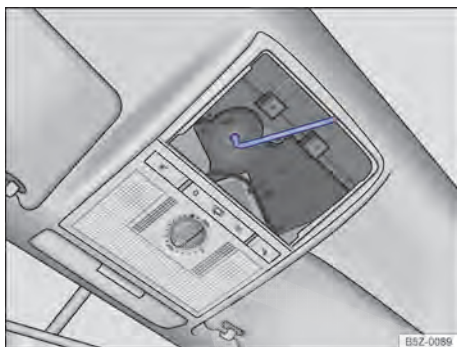

Fig. 61 Parafuso sextavado para fechamento do teto solar.
- Encaixar uma chave sextavada comum de tamanho de 4 mm no parafuso sextavado → Fig. 61.